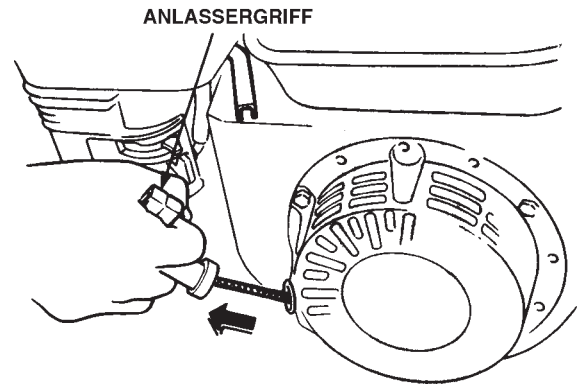

Abbildung 26. Anlassergriff
- Den Anlassergriff (Abbildung 26) langsam herausziehen. An einer bestimmten Stelle, die dem Kompressionspunkt entspricht, wird der Widerstand am stärksten. Den Anlassergriff kräftig und schnell ziehen, um den Motor anzulassen.